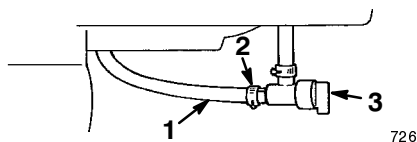

Figure 18
3. Ouvrez le robinet d'essence situé au-dessous du réservoir de carburant (Fig. 18).
6. Fermez le robinet d'essence (Fig. 18).